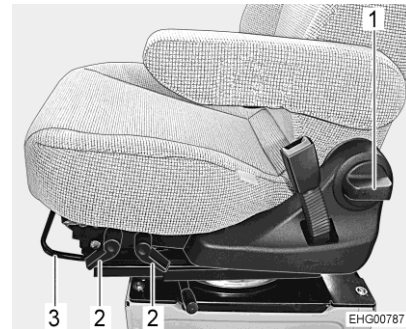

Bild 17 Stolsinställning
- Drag upp bygeln (Bild 17,3).
- Dra den främre eller bakre spaken (Bild 17,2) uppåt eller nedåt. Med den främre spaken justeras den främre lutningsvinkeln. Med den bakre spaken justeras den bakre lutningsvinkeln.
- Vrid ratten (Bild 17,1). Beroende på vridriktning lutar ryggstödet framåt eller bakåt.